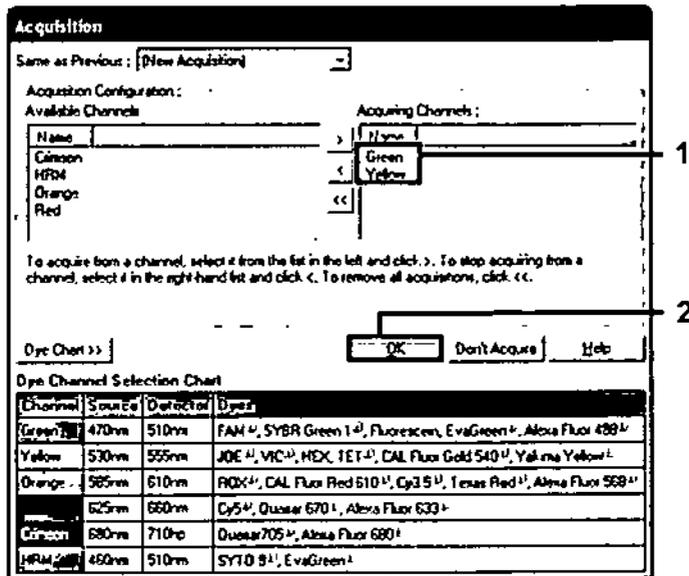

Ilustración 28. Adquisición en el paso de ciclado a 60 °C (1 = Canales seleccionados, 2 = Botón "OK" [Aceptar])
10. Establezca "Green" (Verde) y "Yellow" (Amarilla) como canales de obtención. Para ello, seleccione el botón ">" para transferirlos de la lista "Available Channels" (Canales disponibles). Haga clic en "OK" (Aceptar) (ilustración 28).